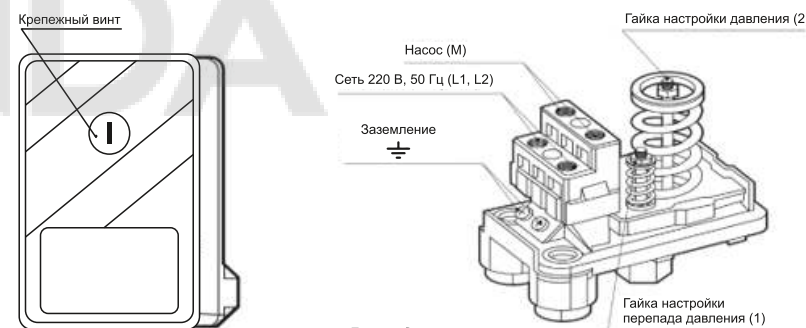

Рис. 4
- открутить крепежный пластмассовый винт (рисунок 4), снять крышку реле. Регулировка верхнего и нижнего предела давления осуществляется гайкой (2), фиксирующей положение пружины (рисунок 4). Чтобы увеличить значение верхнего и нижнего предела давления, необходимо закручивать гайку по часовой стрелке. Чтобы уменьшить значение верхнего и нижнего предела давления, необходимо отвернуть гайку против часовой стрелки, тем самым ослабив пружину.
Гайка (1) предназначена для регулировки перепада давления путем изменения нижнего предела (рисунок 4). Чтобы уменьшить перепад давления, необходимо отвернуть гайку против часовой стрелки, тем самым ослабив пружину. Чтобы увеличить перепад давления, необходимо закручивать гайку по часовой стрелке.